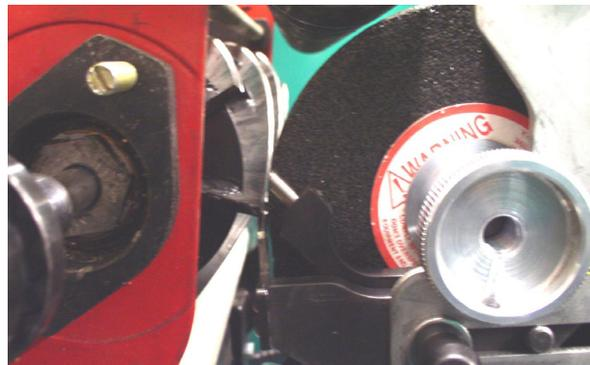

FIG. 75 EL DEDO DE INDEXADO MÓVIL SALTA HACIA ADELANTE PARA QUEDAR FRENTE A LA CUCHILLA.
L. Mueva la piedra completamente hacia el interruptor de proximidad izquierdo, observando que haya el despeje adecuado entre la piedra de rectificado y la cuchilla. Cuando el cabezal de rectificado llegue al interruptor de proximidad izquierdo, el dedo de indexado debe saltar hacia adelante. Vea la FIG. 75.